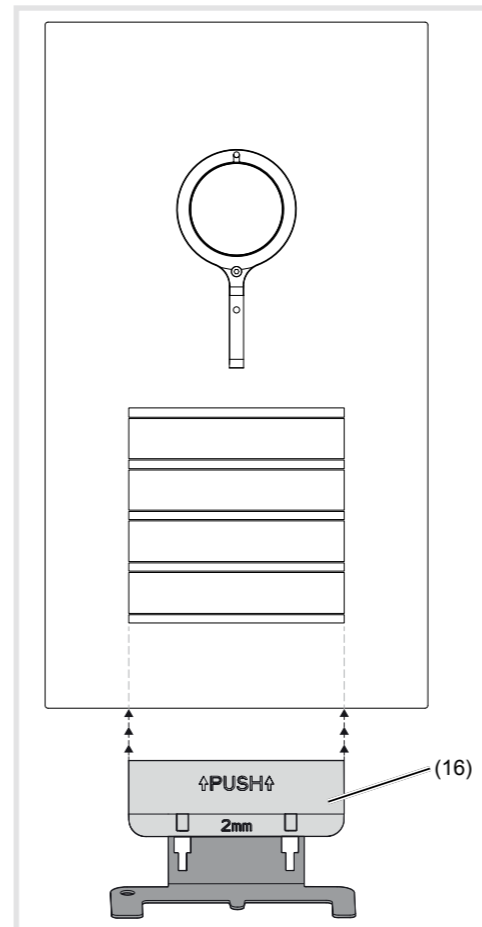

Figura 18: apertura della stazione da porta
- Posizionare lo strumento di apertura (16) in basso al centro e premere verso l'alto (figura 18).